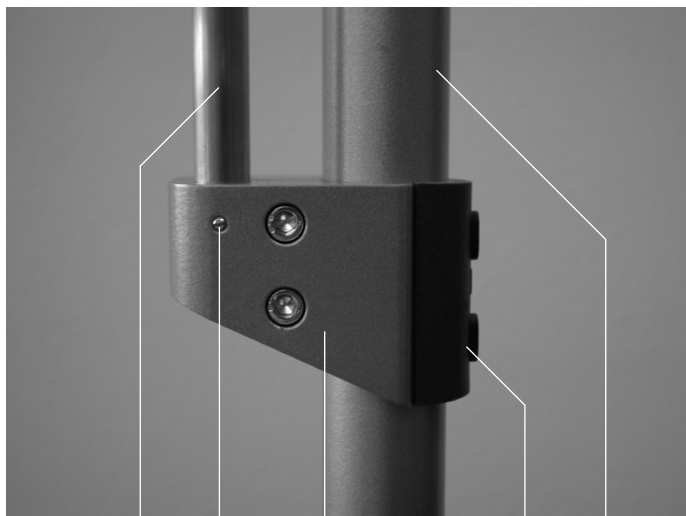

Fig. 63
Étapes du montage (voir Fig. 63)
- J05 Fixer la pièce de serrage inférieure [51] sur le tube vertical [SR] du luminaire (voir Fig. 63).
Remarque : Sur des luminaires avec élément de commande, il est recommandé de fixer la pièce de fixation inférieure [51] face à l'élément de commande [BT] (voir Fig. 63).